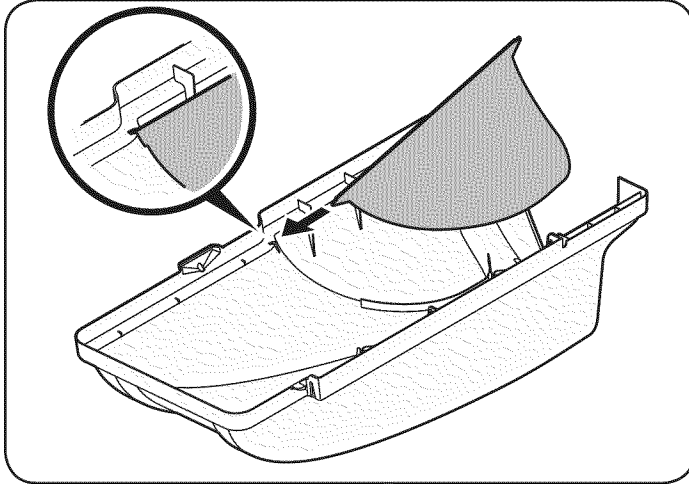
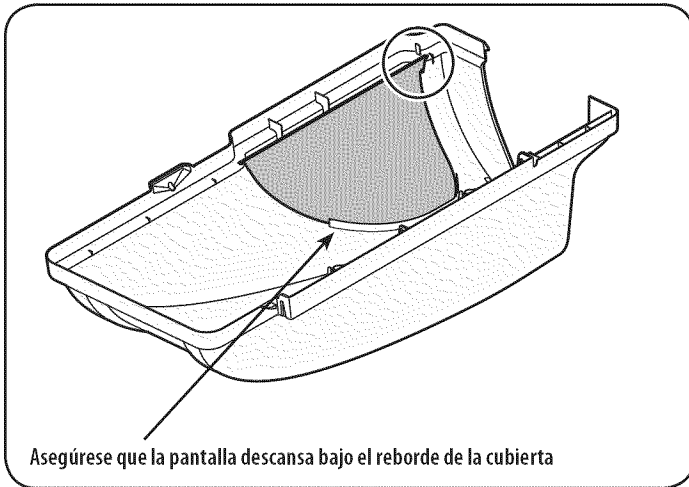

Figure 32
Figure 33
3. Si no se instala previamente por la fábrica, instale la pantalla del colector de césped en la cubierta de la embolsadora, insertando primero el extremo más cercano al lado que tiene el recorte en el orificio de montaje, como en la Figure 32. Asegúrese de pasar la pantalla por debajo del reborde, como en la Figure 33.
4. Calce el otro lado flexionando la pantalla y empujándola dentro del recorte provisto. Vea la Figure 33.